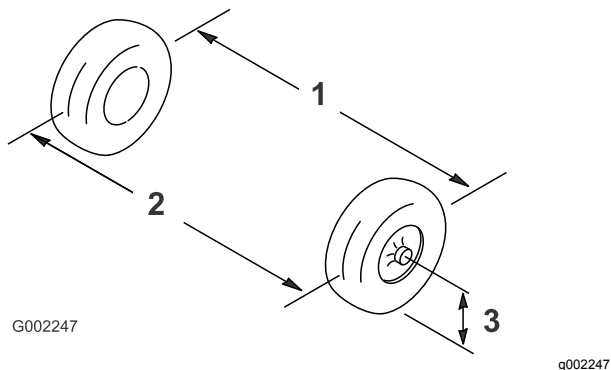

図 79
2. 前輪の前と後ろで、左右のタイヤの中央線間距離を測る計測はアクスルの高さで行う(図 79)。